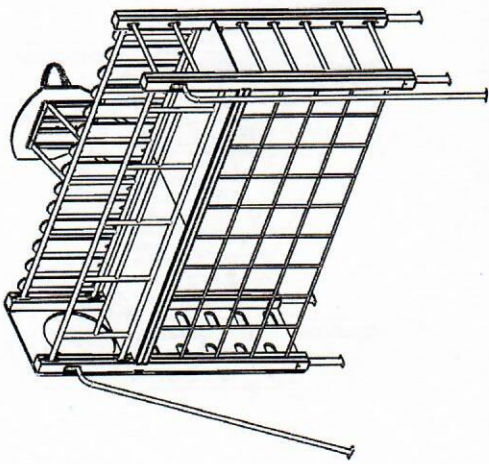

Рис. 9
7. Закрепить фанерный щит к раме болтами М8х50 + шайба + гайка колп. Закрепить баскетбольное кольцо к раме болтами М8х45 + шайба + гайка колп. Забетонировать металлические основания согласно схеме (рис. 9).